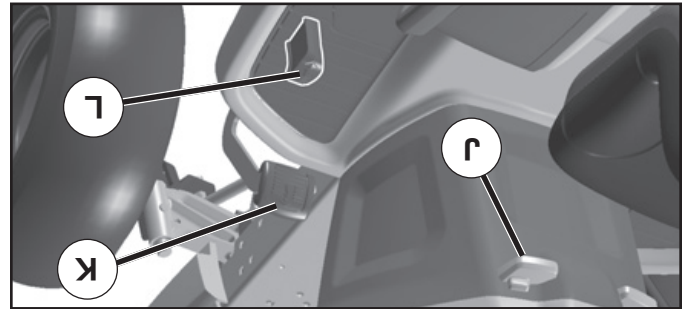

Fig. 7
(Voir la Fig. 7)
COMMENT UTILISER LE RÉGULATEUR DE VITESSE (J) (Voir la Fig. 7)